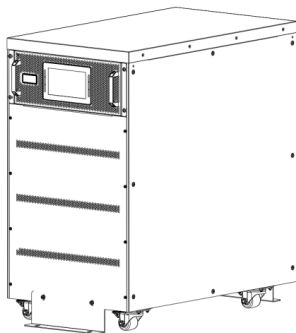

Рисунок 3.3. Удаление уплотнительного пенопласта
4. Удалить уплотнительный пенопласт (см. рис. 3.3).